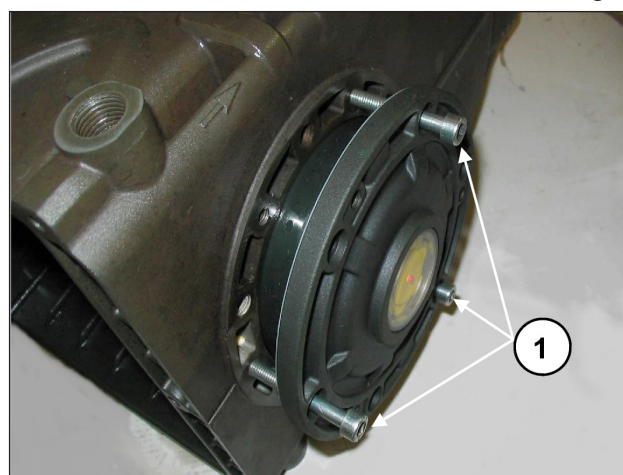

Fig. 8
Para facilitar a entrada da primeira seção e da relativa inserção das coberturas no carter, aconselha-se o uso de três parafusos M6 x 40, parcialmente rosqueados, (Fig. 8, pos. ①) para depois completar a operação com os parafusos fornecidos (M6x18).